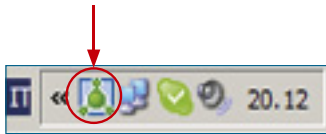

Fig. 7 - Aggregate LinkServer: stato avviato.
3. avviare l'installazione, al termine della quale sarà richiesto di avviare l'applicazione; qui bisogna confermare la scelta ed attendere l'avvio del server (nel system tray comparirà l'icona evidenziata nella Fig. 7).